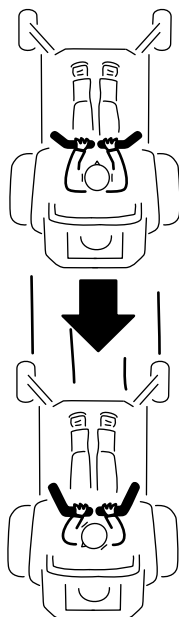

Figura 27
2. Per fare marcia indietro tirate lentamente indietro le leve di comando del movimento (Figura 27).